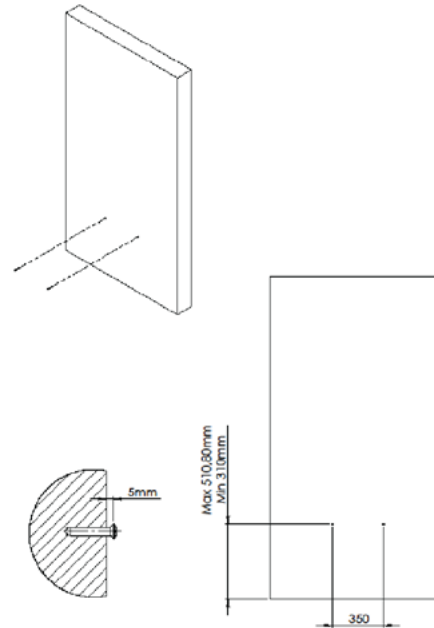

Abbildung 3.3: Einbau der Bolzen für die mittleren Befestigungslöcher
3.2.2. Drehen Sie die Schrauben der mittleren Befestigungslöcher in die Wand und lassen Sie sie um 5 mm ungedreht (Abbildung 3.3).